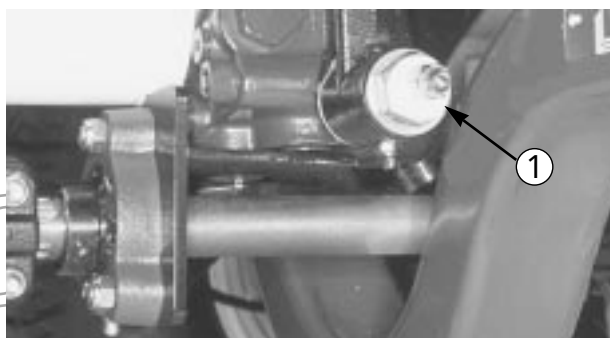

図 61
3. 車両右側下のトラクション調整カム(図61)のロックナットをゆるめる。